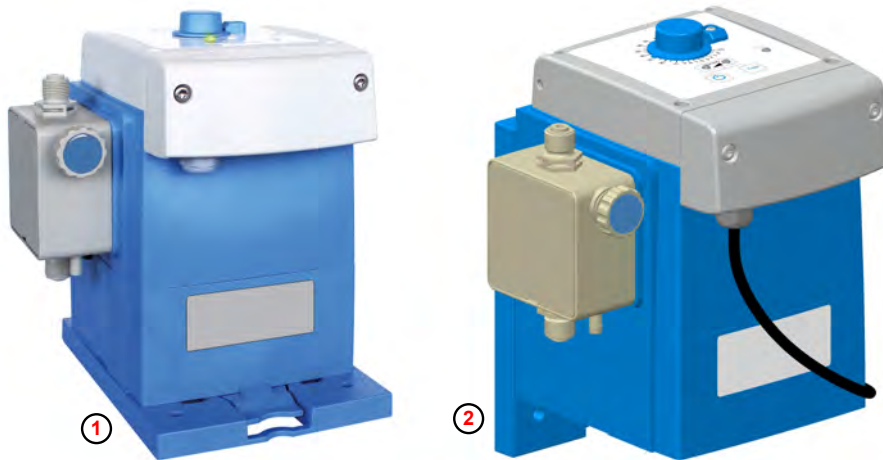

Fig. 3: Montaje en mesa y montaje en pared
① Montaje en mesa
② Montaje en pared
La bomba puede montarse con la placa de montaje tanto de pie (p. ej. sobre una consola o sobre el depósito de dosificación (Fig. 3 , ①), como suspendida en una pared ② .